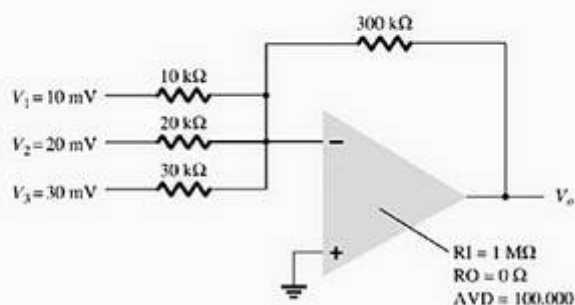

Figura 14.60 Problema 18.
- * 18. Utilizando o Design Center, desenhe o esquema da Figura 14.60 e determine V_o .